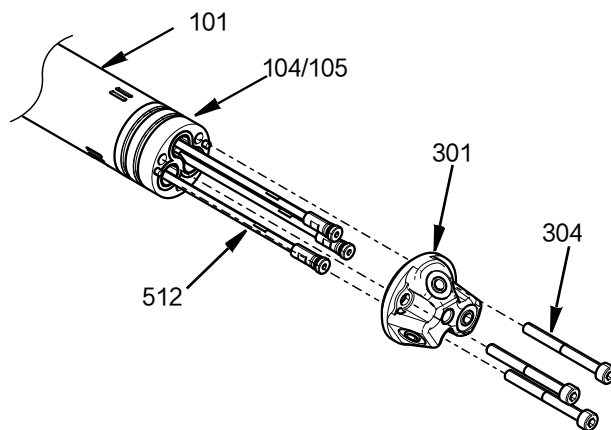

FIG. 12
4. 拧下将喷头 (301) 和转换接头 (104/105) 固定到中部机身 (101) 前端的三个 M4 六角头螺丝 (304)。然后可以取下截止阀杆 (512)。参见FIG. 12。